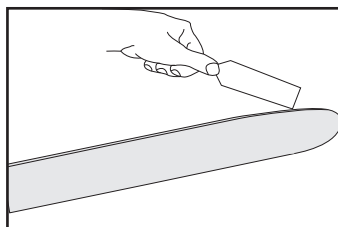

Fig. 38
1. Demontează lama de ghidare (2) și lanțul de fierăstrău în ordine inversă față de asamblare.
2. Elimină murdăria acumulată în canelura lamei de ghidare folosind un șpaclu din plastic (nefurnizat) (Fig. 38).